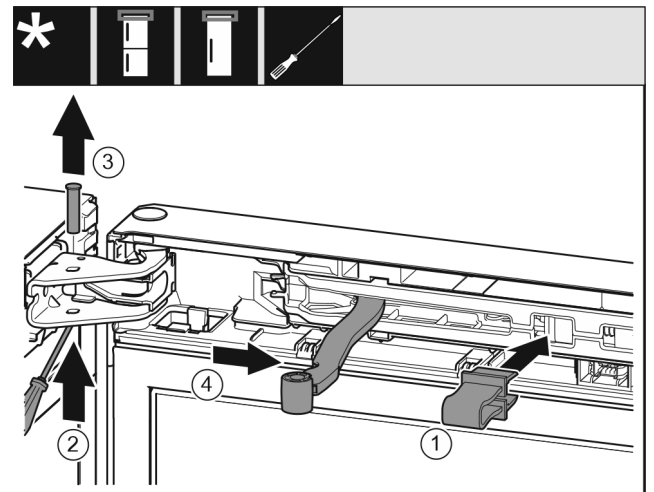

Fig. 13
- ▶ 将安全装置 Fig. 13 (1)卡入开口。
- ▶ 旋出螺栓 Fig. 13 (2)。
- ▶ 向上取出螺栓 Fig. 13 (3)。
- ▶ 将铰链 Fig. 13 (4)转向门的方向。